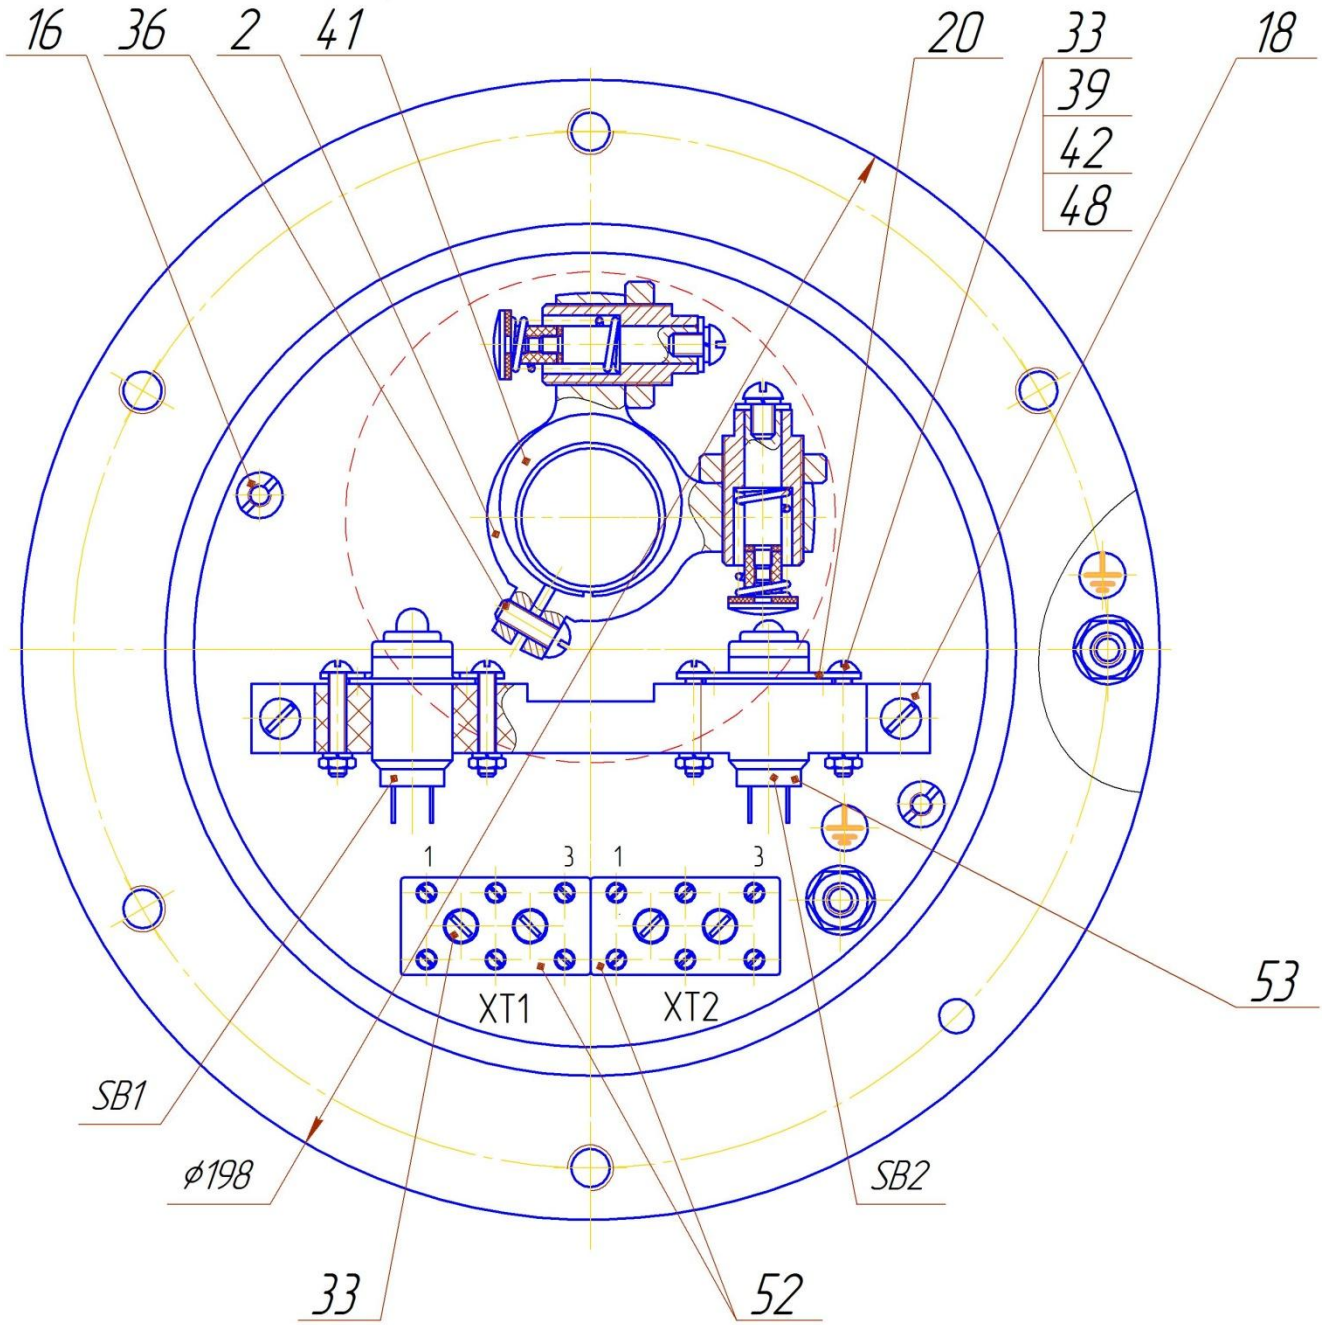

Рисунок 1.2 – Конструкция БКП
3.4.1 В случае выхода из строя кнопки ПК22-1В заменить ее на исправную из комплекта запасных частей. Кнопка крепится к держателю поз.18 с помощью накладки поз.20 и двух винтов с гайками (рисунок 1.2). Заменяя кнопку произвести электромонтаж по технологии потребителя в соответствии со схемой, показанной на рисунке 1.